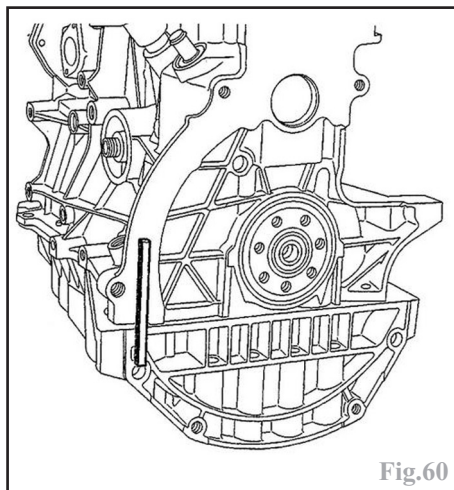

Fig.60
-reposer le carter inférieur, avec un joint neuf, en l'alignant correctement avec le bloc-cylindres (Fig.60) et serrer ses vis de fixation en respectant l'ordre préconisé (Fig.34).